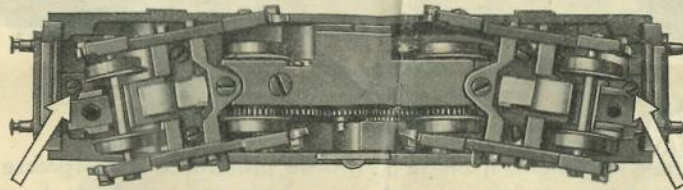

Fig. 3 Befestigungsschrauben des Lokomotivkörpers
- 2) desserrer les deux vis reliant les parties AV et AR de la carcasse au châssis (voir Fig. 3). S'il s'agit de la locomotive RES 800 on aura soin de desserrer la vis prévue à cet effet au milieu du toit;
- 2) unscrew the two screws connecting front and rear of locomotive housing to the frame (see Fig. 3).